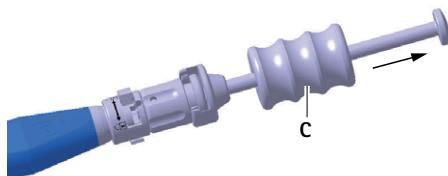

Fig. 6 Retirar o implante de ensaio/implante com o martelo de impacto
- Retirar o implante de ensaio **D** com o martelo de impacto **C** cuidadosamente do espaço do disco intervertebral, ver Fig. 6.
- Retirar o implante **a** com o martelo de impacto **C** cuidadosamente do espaço do disco intervertebral, ver Fig. 6.